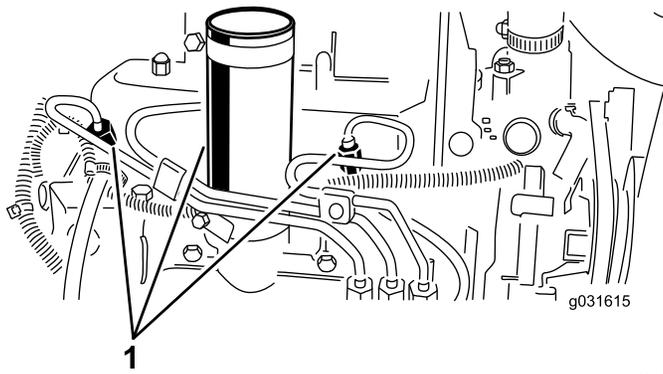

Figura 51
1. Afloje la conexión entre el tubo y el conjunto de boquilla y soporte N° 1 (Figura 51).